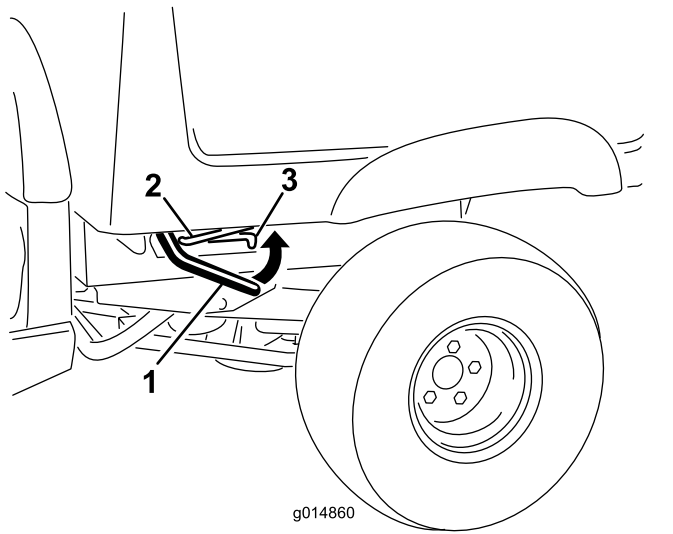

Bild 13
1. Heben Sie den Hebel an beiden Seiten der Ladepritsche an und heben Sie die Ladepritsche an (Bild 13).
1. Heben Sie den Riegelhebel an, um die Staubox etwas anzuheben (Bild 13).